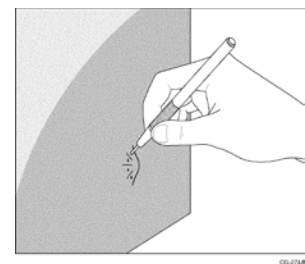

Bild 18
1. Bevor das Application Tape abgezogen wird, muss mittels Air Release Tool die Folie rund um die Niete eingestochen werden, um die Lufteinschlüsse zu entfernen. Hierfür sollte keinesfalls ein Messer benutzt werden (Bild 18).